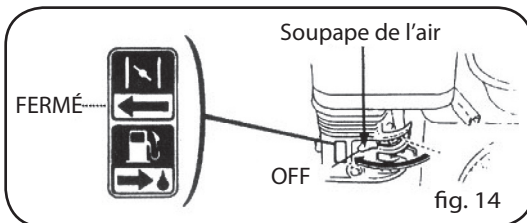

fig. 14
- Mettre la manette de la soupape de l'air sur la position "OFF" (fermé) (Fig. 14).